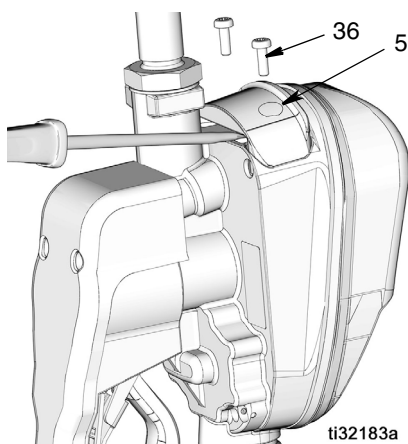

FIG. 75
1. Retire los tornillos (36) de la tapa del compartimento de las pilas (5).
2. Con un destornillador pequeño y plano, haga palanca suavemente para sacar la tapa de la válvula dispensadora con medidor, en la parte inferior de la tapa, cerca del accesorio de extensión como se muestra en Fig. 75.